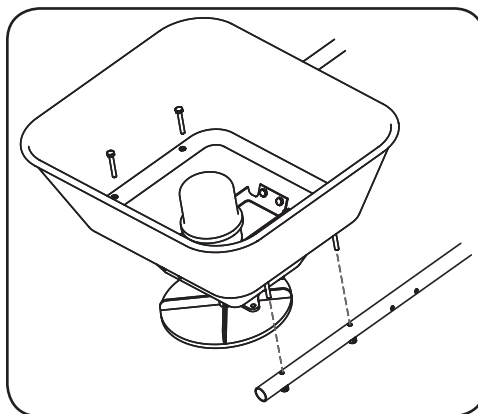

Figure 1-7
5. Installez la trémie sur la partie arrondie des tubes avec quatre boulons M6 x 40 et quatre écrous autobloquants. Voir Figure 1-7.